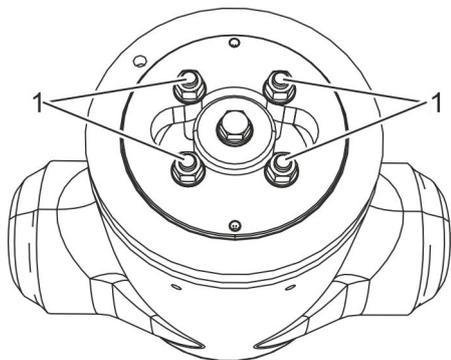

Fig. 29 : Couvercle de serrage
4. ➤ Serrer à la main les écrous (Fig. 29 /1) du couvercle de serrage.